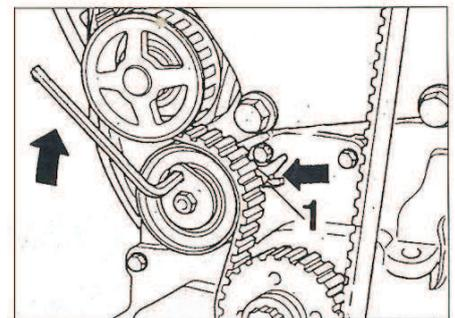

FIG. 3
- 2 Girar el tensor en sentido horario hasta alinear el indicador móvil con la muesca (1) [FIG. 3]. En esa posición, apretar la tuerca al par de 20 Nm.
- 3 Girar el cigüeñal 4 vueltas y volver al punto de calado para comprobar el alineado de las marcas. A continuación, asegurarse si el indicador móvil del tensor está alineado con la muesca (1), si no es así, repetir el proceso de tensado de la correa.